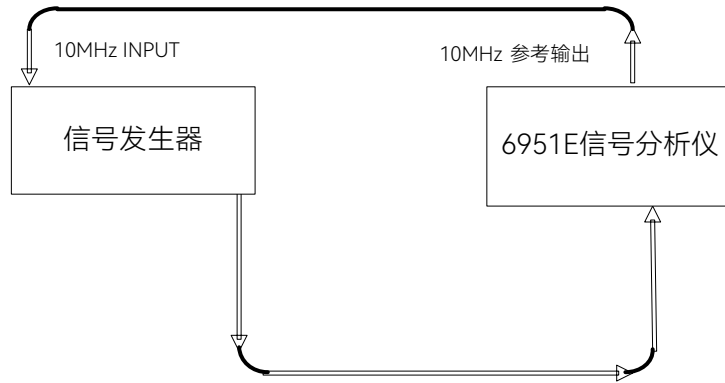

图7.9 输入衰减不确定度测试
- 1) 开机预热 30 分钟，按图 7.9 连接设备，设置信号发生器信号频率为 50MHz，幅度为-10dBm。